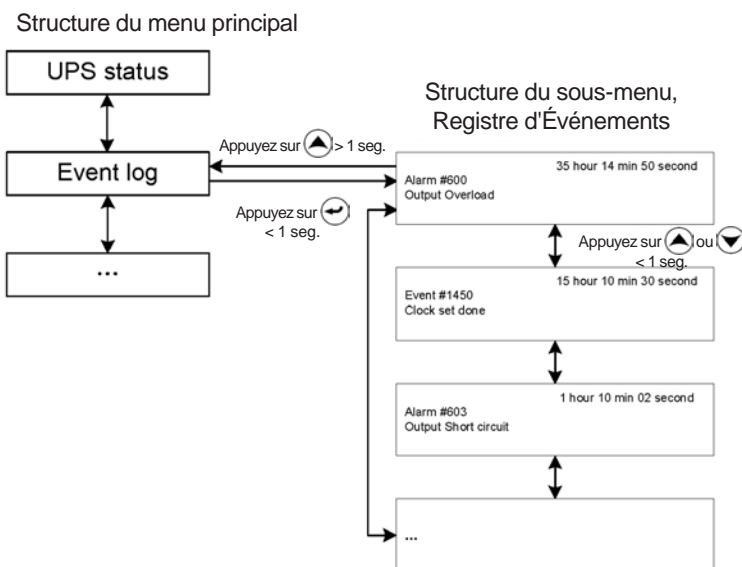

Fig. 32. Écrans, sous-menu Registre d'Événements (Event log).
- Lors d'appuyer sur la touche pendant moins de 1 seg., dès le sous-menu "Event log", on accède à la structure de registre d'événements (voir la figure 32).